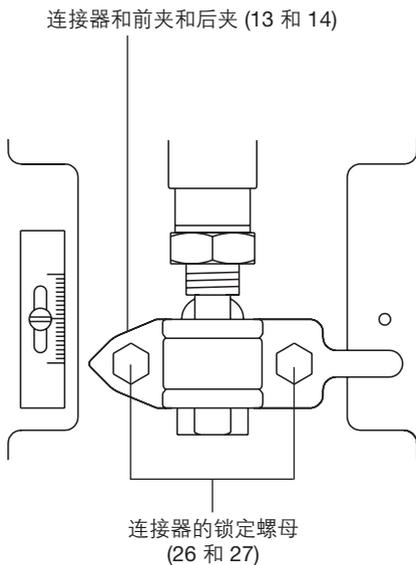

图4
- 给执行器供气，使执行器的主轴提升到一半开度（图4）。将执行器的轭穿过阀门主轴放置在阀帽上。用手拧上安装螺母。
- 释放控制信号压力，如图4所示将适配器的前夹和后夹（13和14）安装在适配器上。
- 松开并取下夹紧螺母和螺栓（图4，26和27），取下阀门适配器（11）